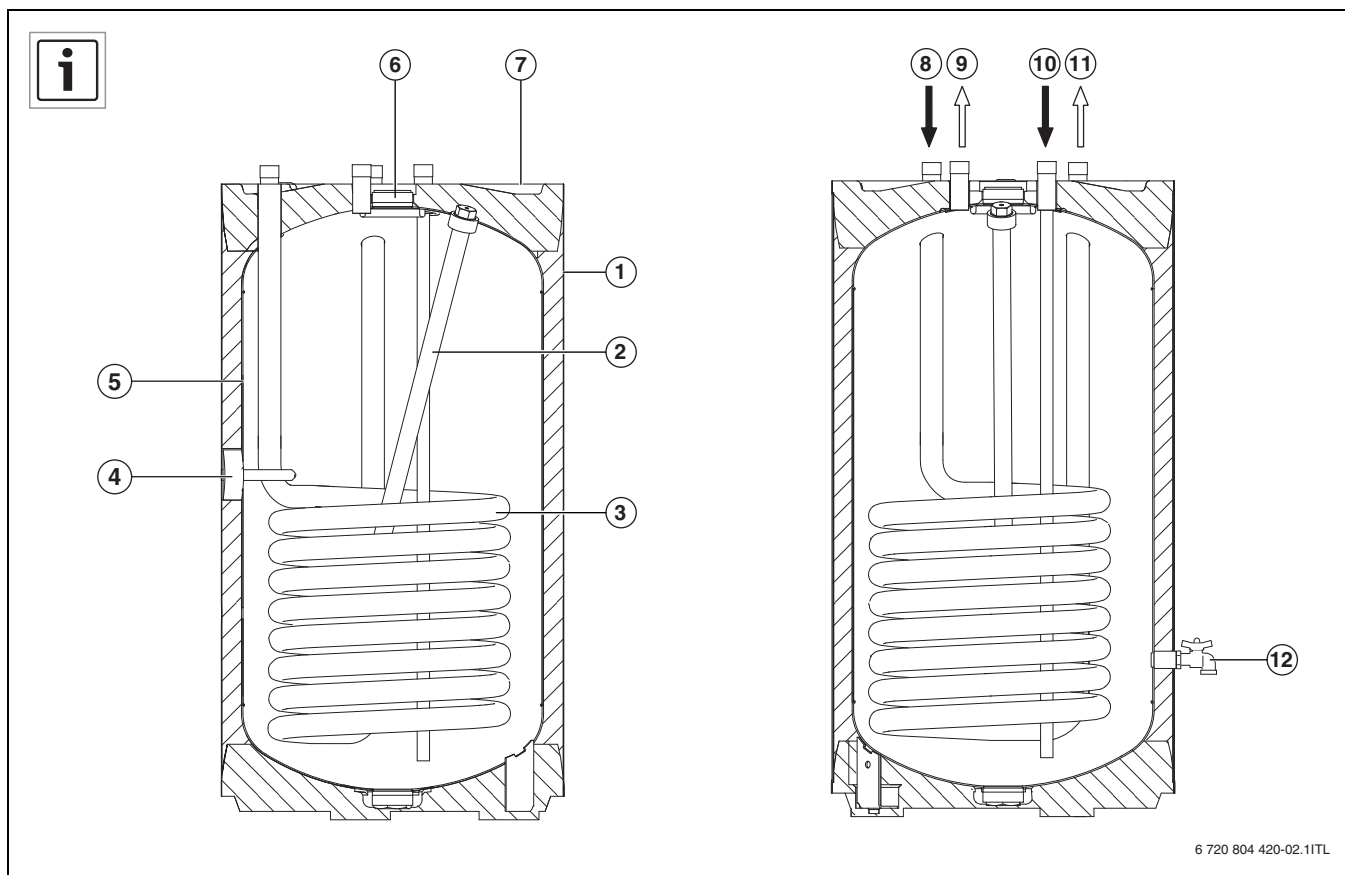

Fig. 3
- ▶ Откройте кран для слива (→ рис. 3 [12], стр. 51).